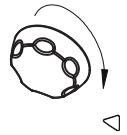

Fig. 8
- Mantenha o tubo de drenagem (Fig. 8) limpo no compartimento do frigorífico para o manter livre de água.